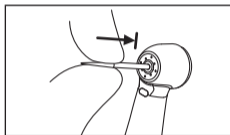

Fig. 8
- 1 Insérez la fraise dans le mandrin (Fig. 8).